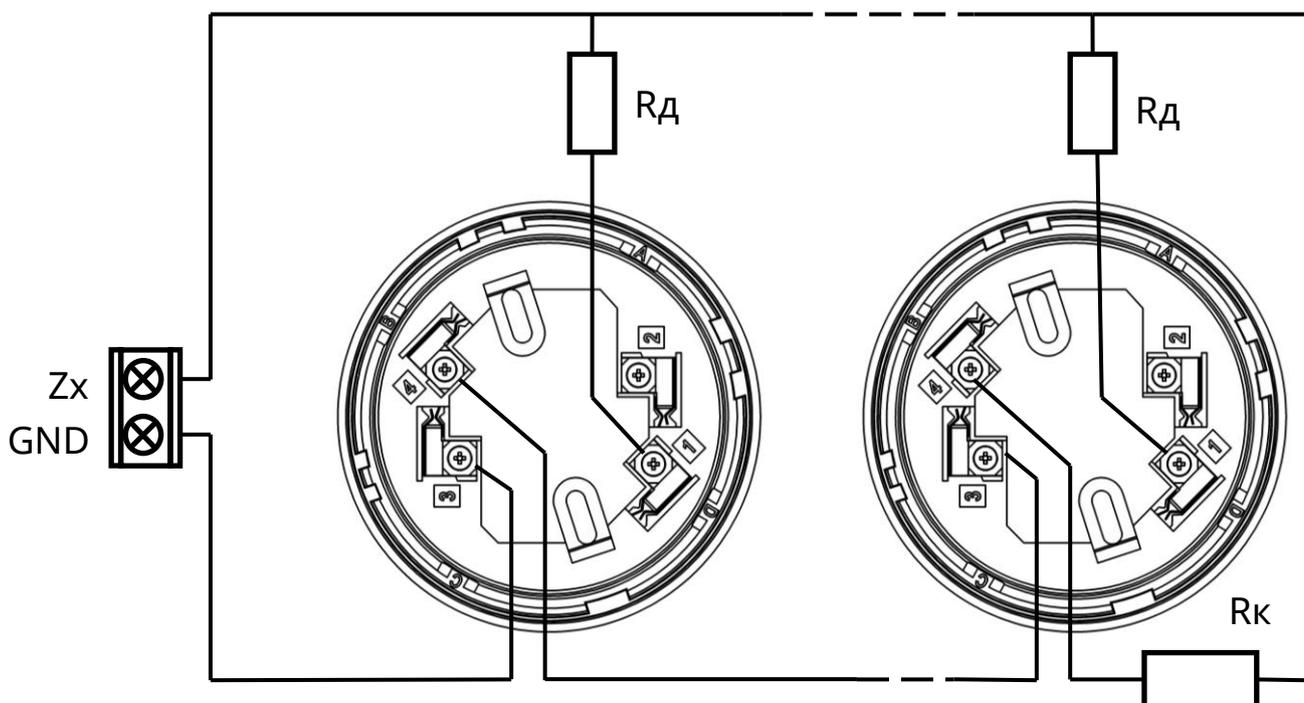

Рисунок 5.1 – Підключення автоматичних сповіщувачів*
5.3.2.1 Підключення ручних сповіщувачів до ППКП аналогічне підключенню автоматичних сповіщувачів (рис. 5.1). При підключенні слід використовувати маркування клем, вказане в експлуатаційних документах на ручні сповіщувачі.